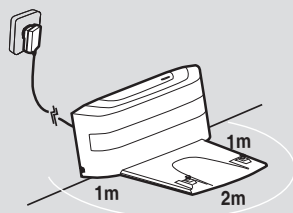

Fig. 2
Inserire la spina del trasformatore alla rete di alimentazione e collegare la base di ricarica. **[Fig. 2]**
3. Non depositare oggetti intorno alla base di ricarica, lasciare liberi 2 m davanti e 1 m per ogni lato della base stessa. **[Fig. 2]**